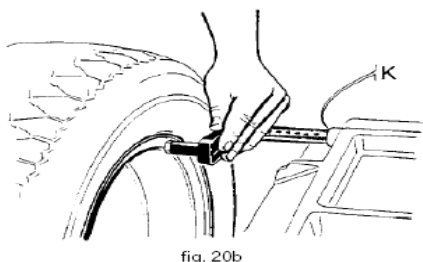

Рис.1
- значение расстояния (a): переместите линейку в положение, как показано на рис.1, и удерживайте ее в течение 4 секунд, считайте это значение с измерительной шкалы и введите значение вручную